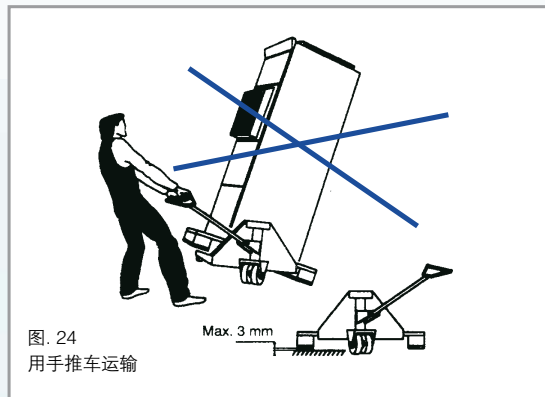

图. 24
- 用叉车(见图.24)
- 必须要避免倾斜(见图. 24)
当用手推车运输时,柜子很容易倾斜,因此交叉木或货物托盘与地面的距离不允许超过3mm(见图. 24)。